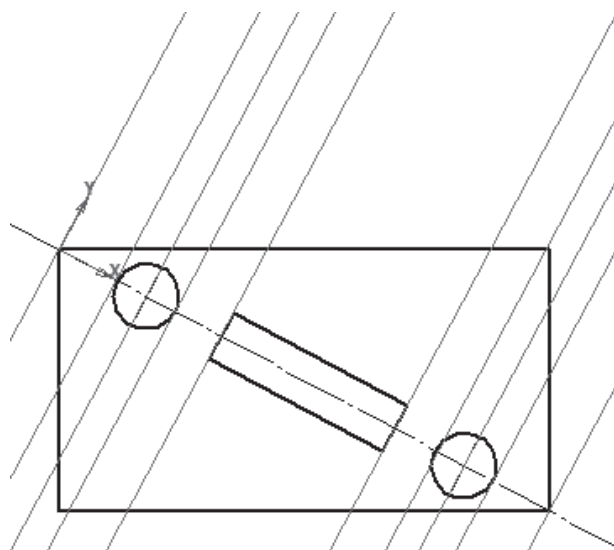

Рис. 101
4. С помощью инструментов *Горизонтальная прямая* и *Вертикальная прямая* выполнить предварительные построения на *Виде 2* (рис. 101, 102).